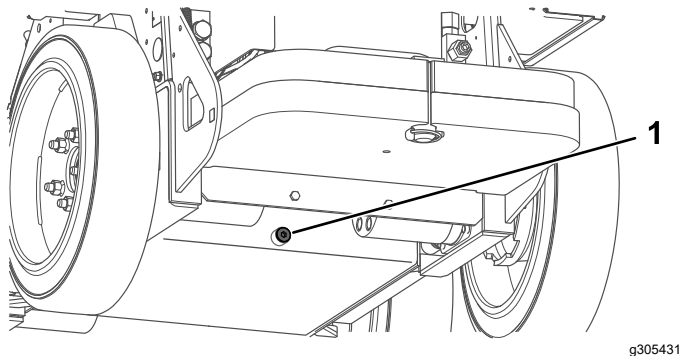

Bild 37
5. Entfernen Sie die Ablassschraube von der Unterseite des Hydraulikölbehälter und lassen Sie das Öl vollständig herauslaufen (Bild 37).